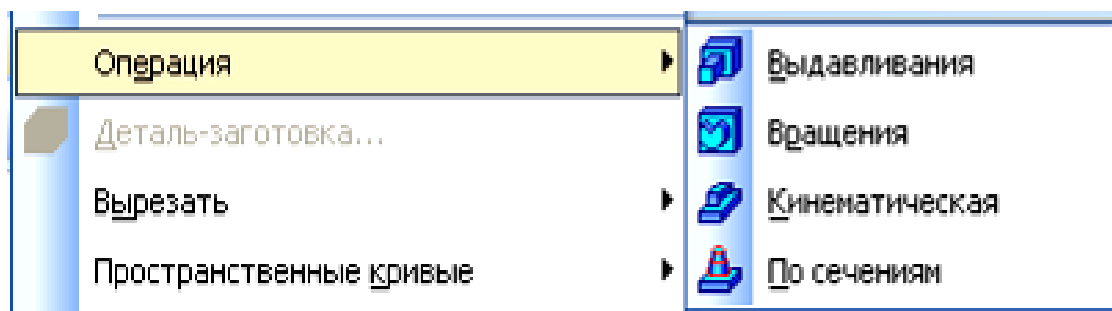

Рис. 3.40. Базовые операции моделирования элемента детали
2. Определяют способ построения объемного элемента, выбрав одну из операций: **Выдавливания**, **Вращения**, **Кинематическая** или **По сечениям** (рис. 3.40).